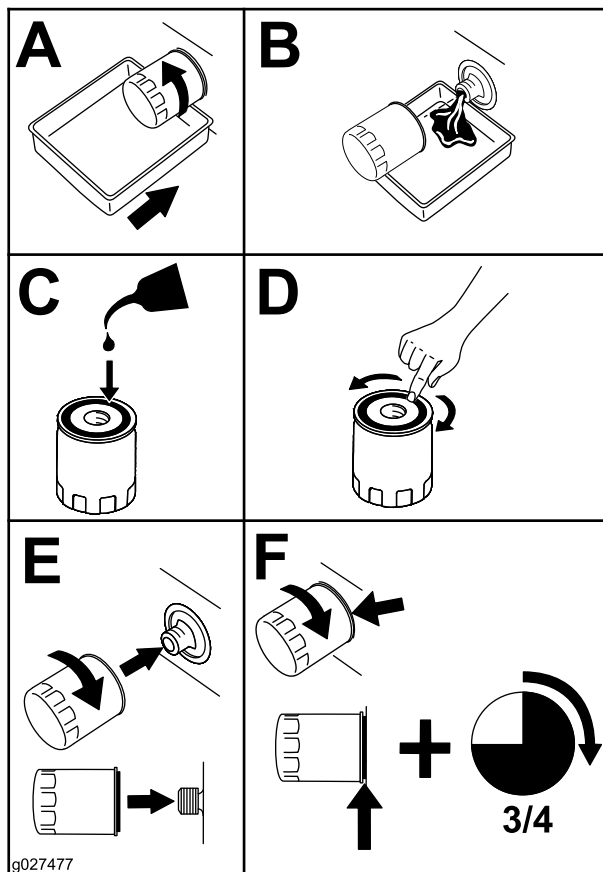

Figure 42
2. Remplacez le filtre à huile moteur (Figure 42).